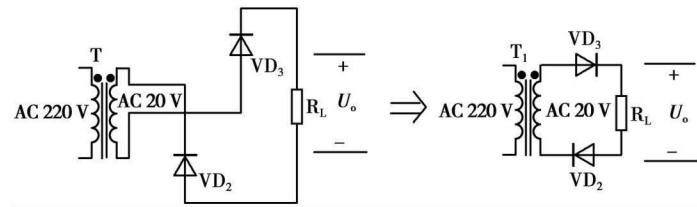

图 1-6
解:①当开关 S 断开时,电路等效图如图 1-6 所示。
可以从图 1-6 看出该电路为一个半波整流电路,所以此时电路的输出电压为: